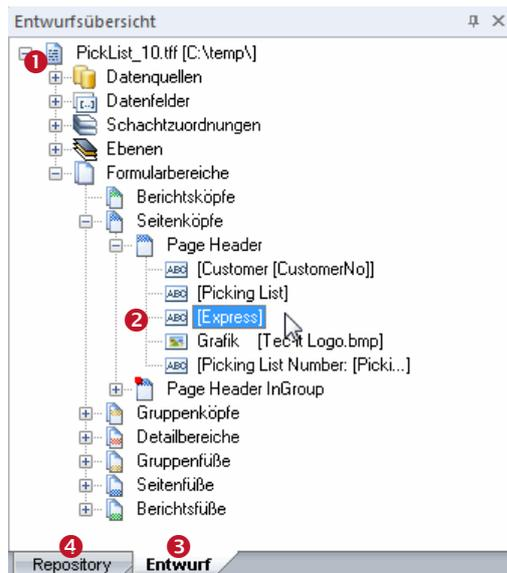

Abbildung 7: Entwurfsübersicht
Um ein Objekt auszuwählen klicken Sie mit der linken Maustaste darauf. Halten Sie die *Umschalt* oder die *Strg* Taste gedrückt, um mehrere Elemente gleichzeitig zu markieren. In Abbildung 7 ist ein Textelement (❷) markiert, das sich im „Seitenkopf“ des Formulars „Picklist_10.tff“ befindet.